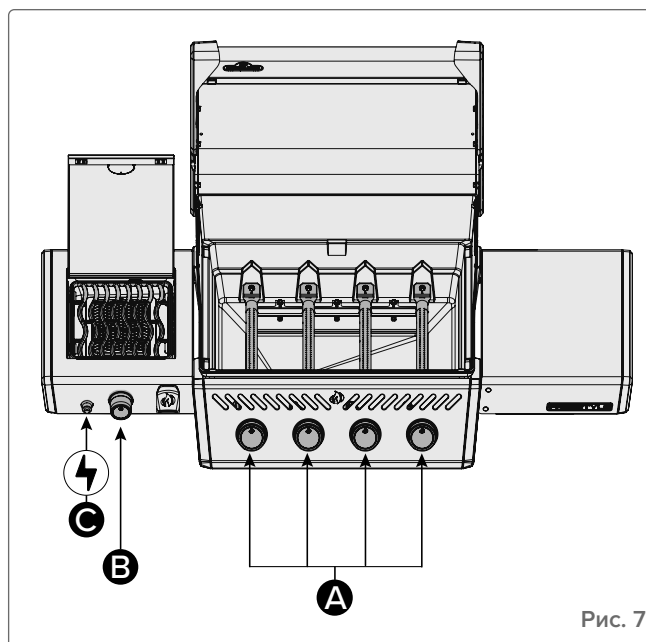
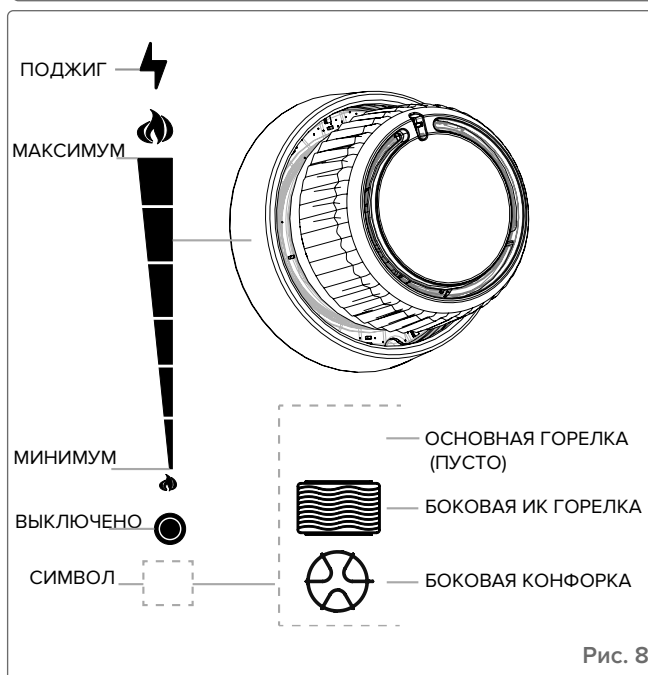

Рис. 7
Рис. 8
1. Откройте крышку гриля (**Рис. 7**).
2. Нажмите и медленно поверните ручку основной горелки против часовой стрелки в максимальное положение, пока не загорится факел поджига. Продолжайте удерживать ручку нажатой, пока горелка не загорится, затем отпустите ее. (**Рис. 7-А, Рис. 8**).
2. Нажмите и медленно поверните ручку конфорки против часовой стрелки в положение МАКСИМУМ (Рис. 7-В, Рис. 8).
3. Нажмите и удерживайте кнопку поджига, пока горелка не загорится или зажгите с помощью спички (Рис. 7-С).